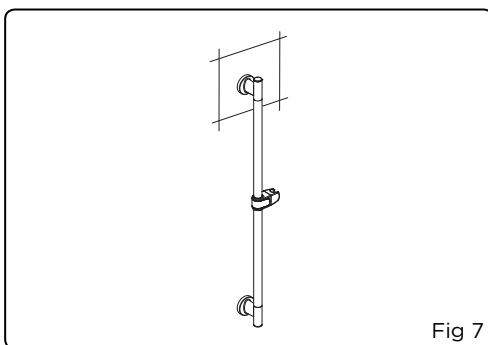

Fig 7
7. Repeat step 5-6 for bottom of slide bar (Fig 7).
7. Répéter les étapes 5 et 6 pour la partie inférieure de la barre (fig. 7).
7. *Repita las etapas 5 y 6 para la parte inferior de la barra (fig. 7).*